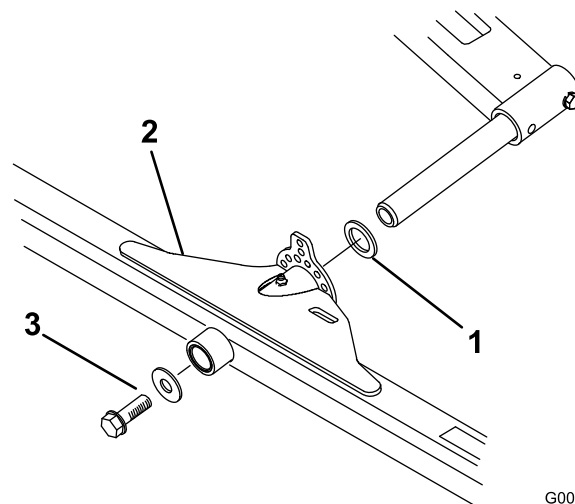

Figure 9
2. Poussez le bâti porteur du plateau de coupe sur la tige de pivot et fixez-le avec une rondelle plate et une vis à embase (Figure 9).
1. Glissez une rondelle de butée sur la tige de pivot du bras de relevage (Figure 9).